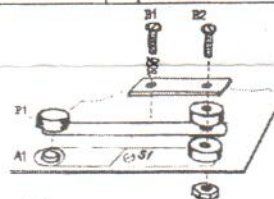

Рис.3 Конструкция вибродатчика
- установите неподвижный контакт А1 вибродатчика на плату (см. рис. 3);
- соберите подвижный контакт вибродатчика Р1 как показано на рис. 3, используя детали, входящие в комплект набора;